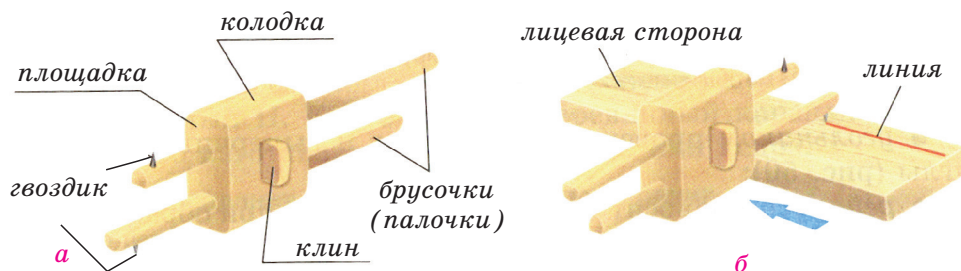

Рис. 8. Рейсмус: а – основные части рейсмуса; б – разметка доски
- **Рейсмусом** наносят параллельные линии при обработке пластов, то есть поверхности заготовки, кромок (рис. 8);